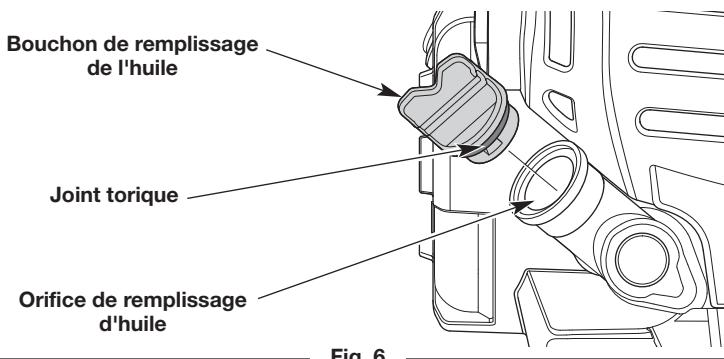

Fig. 6
4. Dévissez le bouchon de remplissage d'huile (Fig. 6).
5. Versez le flacon complet dans l'orifice de remplissage d'huile (Fig. 6). **NE PAS** trop remplir. Reportez-vous à *Vérification du niveau d'huile*.
REMARQUE : Assurez-vous que le joint torique est en place sur le bouchon de remplissage d'huile (Fig. 6).